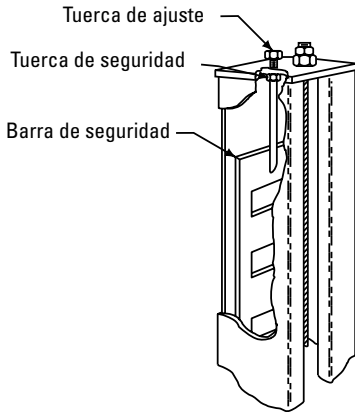
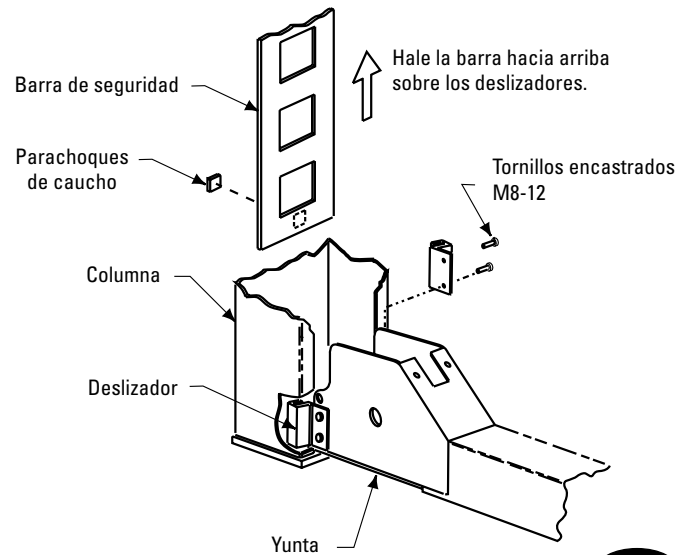

Fig. 5
Fig. 7
- C. Enrosque la contratuerca en el espárrago roscado tanto como sea posible. Pegue el tope de goma en la parte inferior de la barra de fijación, consulte la Fig. 7. Coloque la barra de fijación en la parte trasera de la columna, Fig. 5.
- E. Introduzca el extremo del yugo dentro de la columna, dejando expuestos los agujeros de las tuercas del deslizador, Fig. 7. A continuación fije con pernos los deslizadores en cada lado del extremo del yugo con tornillos encastrados M8-12. Cuando ambos deslizadores estén fijados, empuje la columna hacia el extremo del yugo hasta que los deslizadores toquen la barra de fijación.